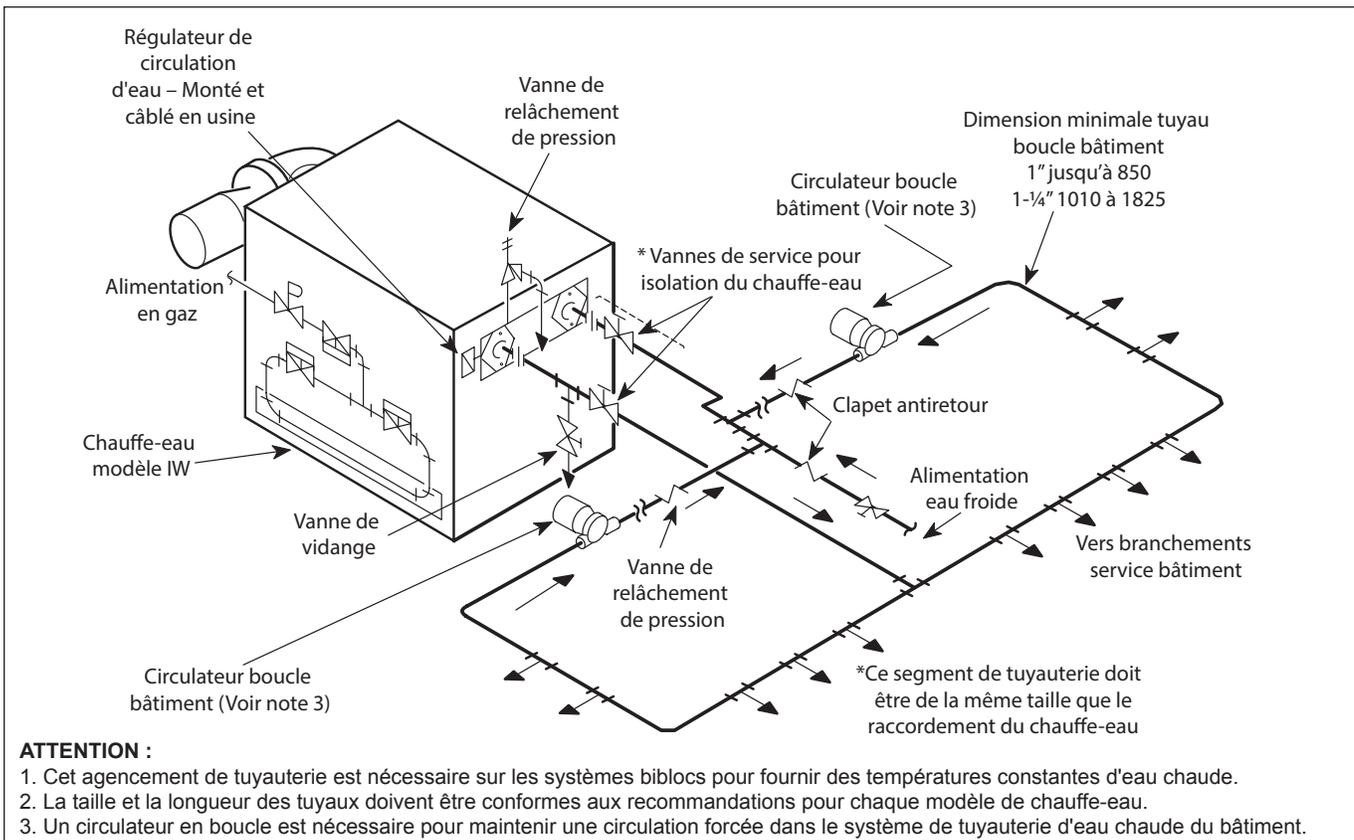

Figure 13. Schéma de tuyauterie du système bibloc, Modèle IW.
2. Le chauffe-eau modèle **IW** est conçu pour être utilisé dans un système sans réservoir de stockage d'eau chaude. La conduite d'alimentation en eau chaude jusqu'au point d'utilisation doit comporter une branche de retour vers le chauffe-eau (voir Figures 13, 14 et 15). Une pompe de circulation intégrée et une dérivation d'échangeur thermique interne maintiennent le chauffe-eau en position d'attente. Cela maintient aussi la température de l'eau au niveau du réglage par régulateur dans toute la boucle de circulation du bâtiment, qu'il y ait ou non une quelconque utilisation d'eau chaude.